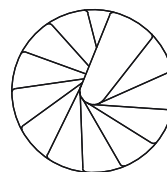

**fig. 13.23**
- **L'escalier sur plan carré** (fig. 13.23) : escalier dont l'encombrement s'inscrit dans un parallélépipède rectangle à base carrée. Toutes les marches ne sont pas identiques (quatre familles de marches le plus souvent).